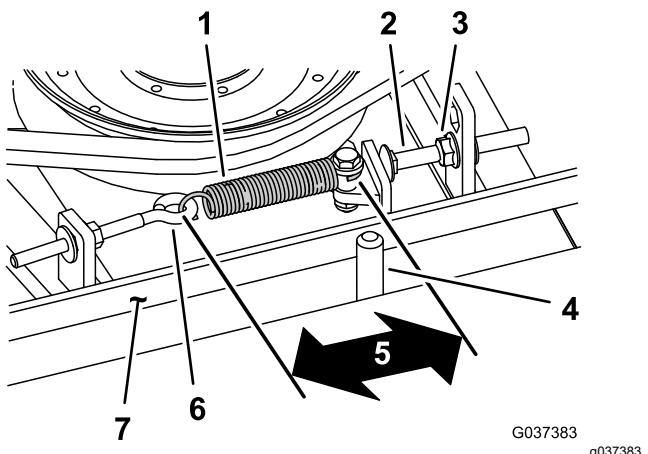

Рисунок 76
При правильном натяжении внутренняя длина пружины растяжения (между зацепами) должна быть приблизительно 8,3–9,5 см. После того, как будет достигнуто правильное натяжение пружины растяжения, отрегулируйте упорный болт (каретный болт) так, чтобы между головкой болта и рычагом натяжного ролика оставался зазор 2–5 мм. (Рисунок 76).
Примечание: Убедитесь, что ремень расположен на направляющей ремня со стороны пружины (Рисунок 76).
2. Ослабьте рым-болт, чтобы можно было снять пружину растяжения (Рисунок 76).
3. Ослабьте фланцевую гайку, которая крепит упорный болт к монтажному выступу, и отодвиньте натяжной ролик от ремня, чтобы ослабить натяжение ремня (Рисунок 76).
9. Подсоедините пружину растяжения (Рисунок 76) к рым-болту и натяните ремень следующим образом: